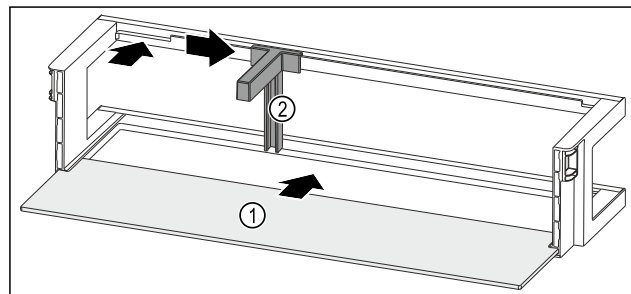

Fig. 99 Лотки на дверцятах з полицею
- ▶ Посуньте полицю Fig. 99 (1) у бічні пази.
- ▶ Вставте тримач пляшок Fig. 99 (2) у паз.
- ▶ Пересуньте тримач пляшок Fig. 99 (2) убік до бажаної позиції.